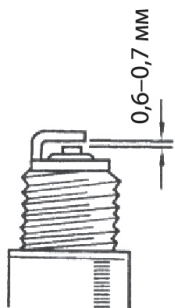

Рис.4.2
5. Проверьте щупом зазор электродов свечи. Зазор должен быть 0,6-0,7 мм. Исправьте его, аккуратно загибая боковой электрод, если нужно (рис. 4.2).